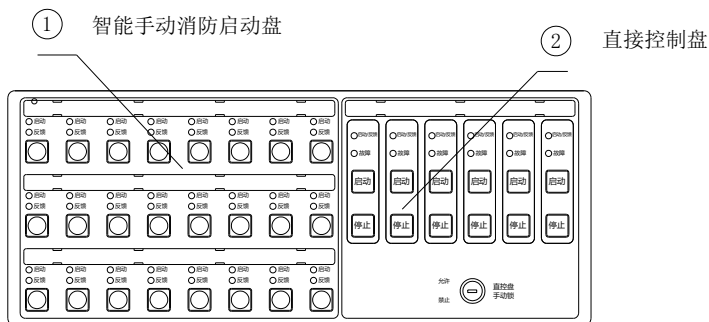

图 2-1-6
控制器智能手动消防启动盘（以下简称手动盘）的外观示意图，如图 2-1-6 ①所示：每块手动盘有 24 个单元，每一单元对应一个按键、两个指示灯和一个标签。其中，按键为启/停控制键，如按下某一单元的控制键，则该单元的启动灯亮（红色），控制命令发出，如被控设备响应，则反馈灯亮（红色）；在启动状态下，再次按下此键，则该单元被控设备停动，启动、反馈灯灭。用户可将各按键对应的设备名称，书写在设备标签上面，与膜片一同固定在手动盘上。
直接控制盘（以下简称直控盘）外观示意图，如图 2-1-6 ②所示，每路直控键都包含 2 个按键、4 个指示灯、标记启动设备位置信息的标签。